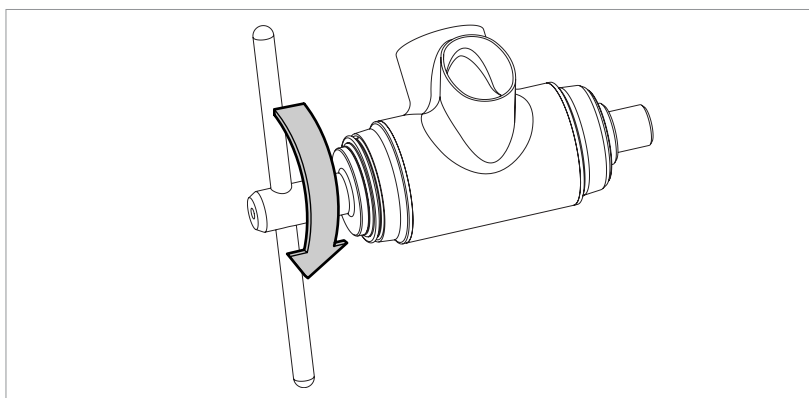

Fig.3
- Ruotate in senso orario la leva dell'utensile UT-BB240 fino a portare in battuta entrambe le calotte (Fig. 3).
- Prima di estrarre l'utensile accertatevi di aver posizionato correttamente le calotte sul movimento centrale (Fig. 3).